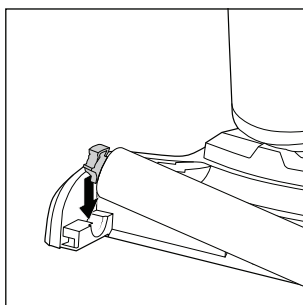

Fig. 40
- ♦ Pressione então a fixação no lado esquerdo do rolo de escova **6** contra a abertura no lado esquerdo do pé **3**, até o rolo de escova **6** encaixar de forma audível (ver fig. 40).